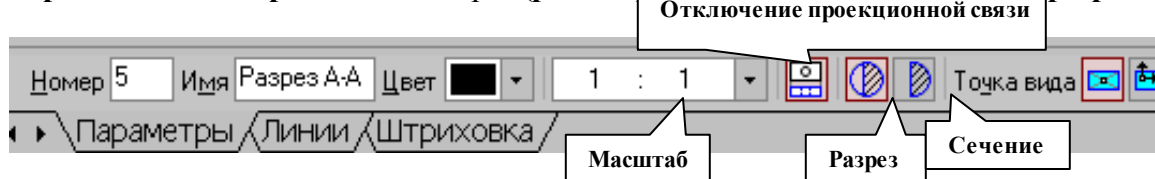

Рис.116 Панель управления командой построения разрезов и сечений
С помощью переключателя  Разрез/сечение на Панели свойств выбирается тип изображения – Разрез (рис.116) разреза. Отключение проекционной связи
Проекционная связь (рис.116). Для настройки параметров штриховки, которая будет использоваться в создаваемом разрезе (сечении) используется элементы управления на вкладке Штриховка.
2. С помощью кнопки Линия разреза, расположенной на панели Ассоциативные виды (рис.115), появившейся ловушкой укажем линию секущей плоскости В-В. С помощью переключателя  Разрез/сечение на Панели свойств следует выбрать тип изображения – Сечение (рис.116), масштаб отображаемого сечения выбирается из окна Масштаб.